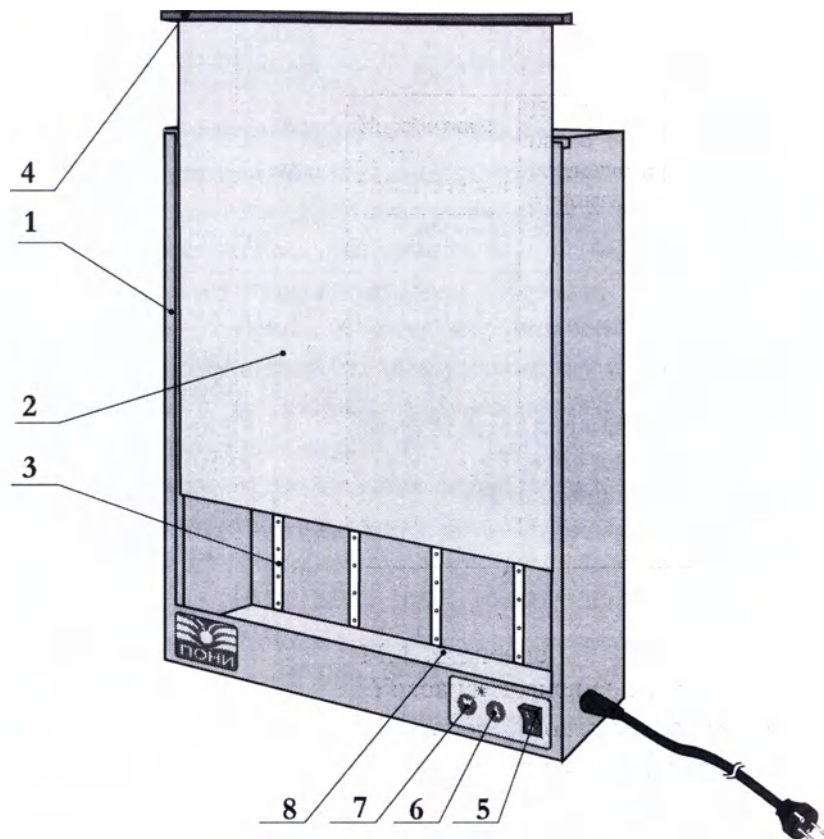

Рис. 1. Общий вид негатоскопа диагностического светодиодного HC1-02 (экран поднят)
6.1 Негатоскоп (рис.1, 2) конструктивно выполнен в виде прямоугольного металлического корпуса 1 с установленным в нем молочно-белым экраном 2. Негатоскоп можно устанавливать на горизонтальную поверхность, для чего на нижней стороне корпуса предусмотрены пластмассовые опоры, или располагать на стене, используя для этого крепежные отверстия, выполненные на задней стенке изделия.